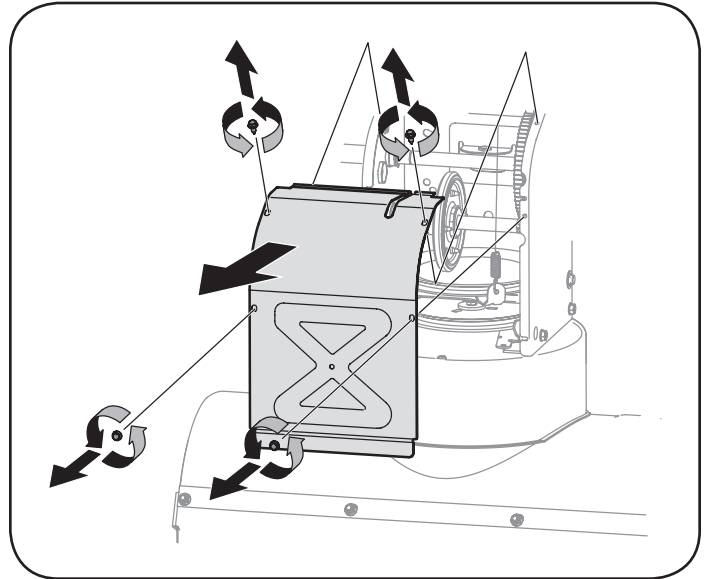

Figura 30
6. Saque la cubierta del marco desde debajo de la máquina quitanieve retirando los cuatro tornillos autorroscantes que la aseguran. Vea la Figura 30.